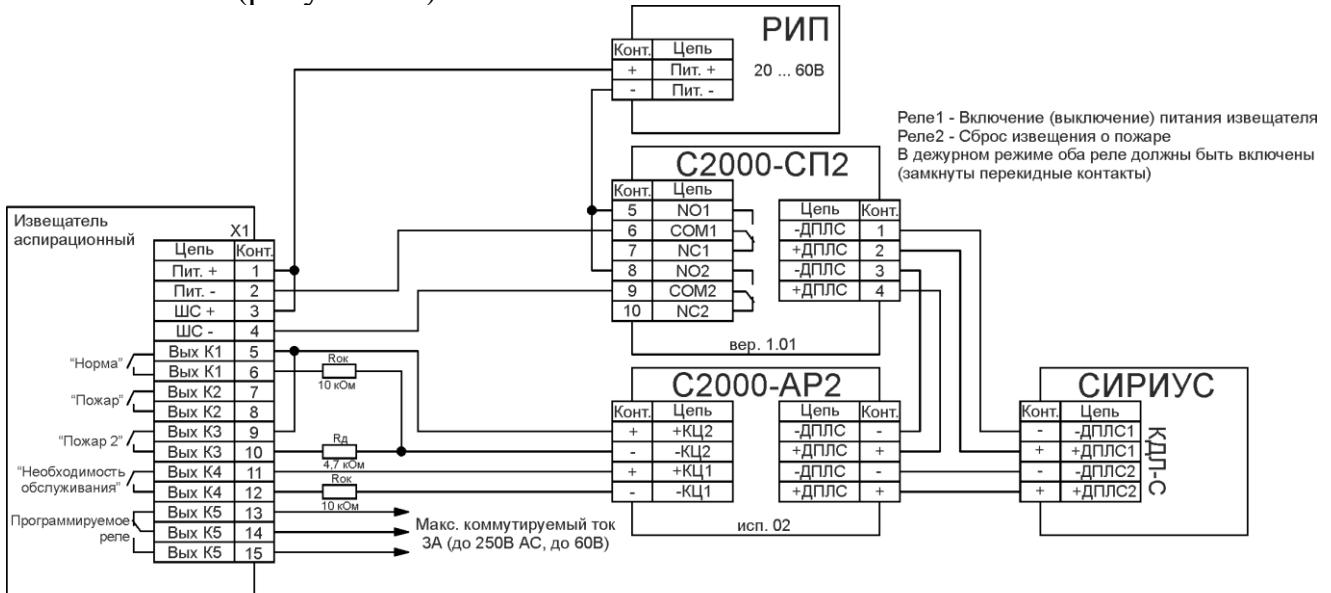

Рисунок 10 – Схема подключения к ППКУП «СИРИУС»
20.2 Схема подключения к ППКУП «СИРИУС» через адресную метку С2000-АР исп.02 (рисунок 10).